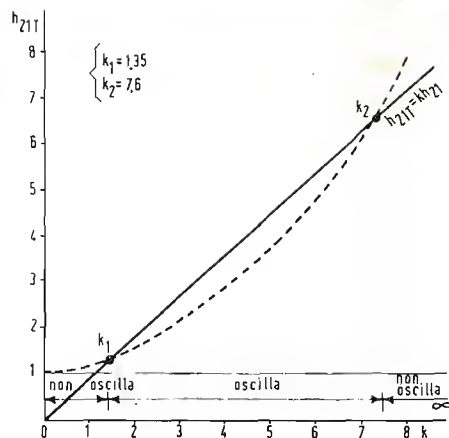

Fig. 5 - Selezione grafica delle condizioni di innesco.
Troviamo la soluzione riportando in un diagramma le equazioni del sistema (13) con ordinate  $h_{21T}$  ed ascisse  $K$  (fig. 5).
Nel diagramma di fig. 5 è stato tenuto ad esempio
I risultati sono coincidenti con quelli rilevati nella fig. 5. Stabiliti i limiti di funzionamento troviamo quale sia il valore migliore di  $K$  ai fini della stabilità. Dalla fig. 6 calcoliamo il  $Q_w$  di lavoro del cristallo: